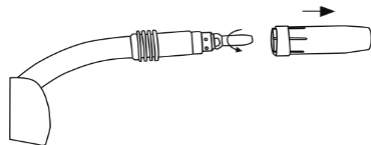

Рисунок 3
4.4.1 Заміна наконечника (рисунок 3)